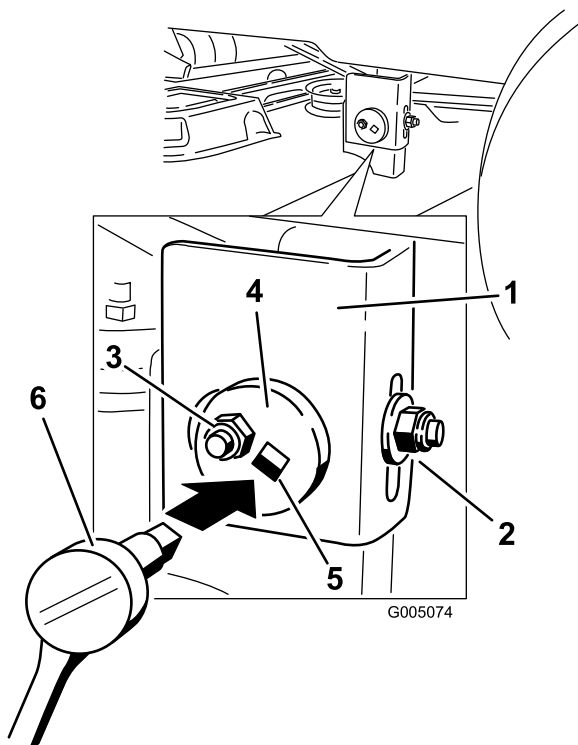

Figura 42
7. Mueva al lado izquierdo de la máquina. Afloje, pero no retire, la tuerca de bloqueo trasera de la barra de soporte (Figura 42).
8. Afloje la tuerca de bloqueo lateral de la barra de soporte lo suficiente para permitir ajustar la placa excéntrica (Figura 42). Utilice una llave de extensión de 3/8 pulgada de una llave de tubo para manipular la placa excéntrica. Utilice la llave para ajustar la altura de la plataforma del cortacésped a la altura deseada.
9. Cuando la plataforma esté en la posición deseada, apriete la tuerca de bloqueo lateral de la barra de soporte para fijar la posición nueva (Figura 42).